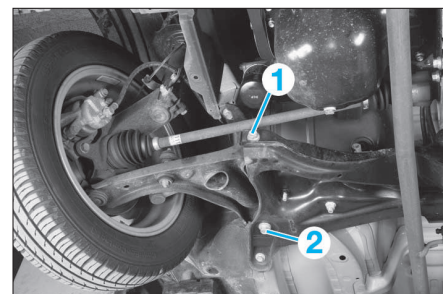

FIG. 13
- Déposer les fixation (1) et (2) (Fig.13) du triangle puis celui-ci.